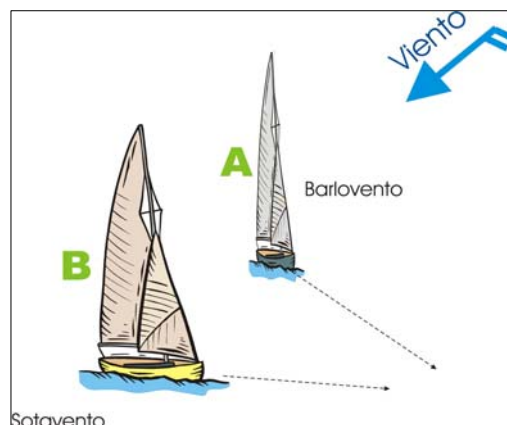

Fig. 8.4 Maniobrará el A porque está a barlovento
- ii. cuando ambos reciban el viento **por la misma banda, el buque que esté a barlovento** se mantendrá apartado de la derrota del que se encuentre a sotavento. (Fig. 8.4)